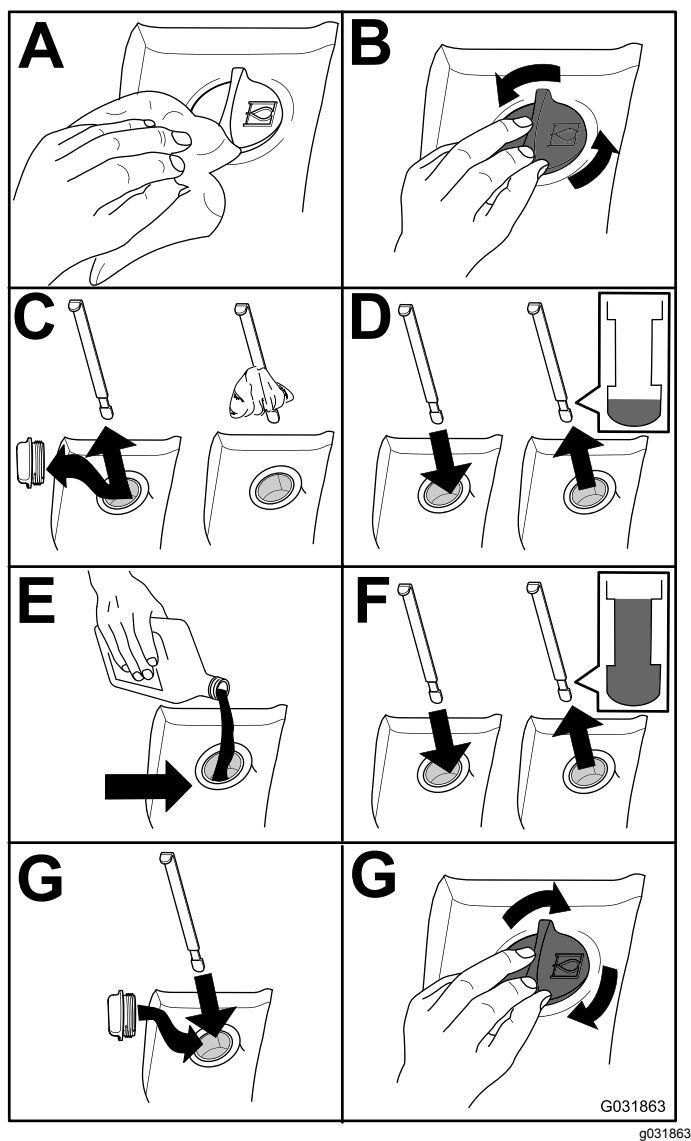

Bild 104
2. Prüfen Sie den Stand des Hydrauliköls (Bild 104).